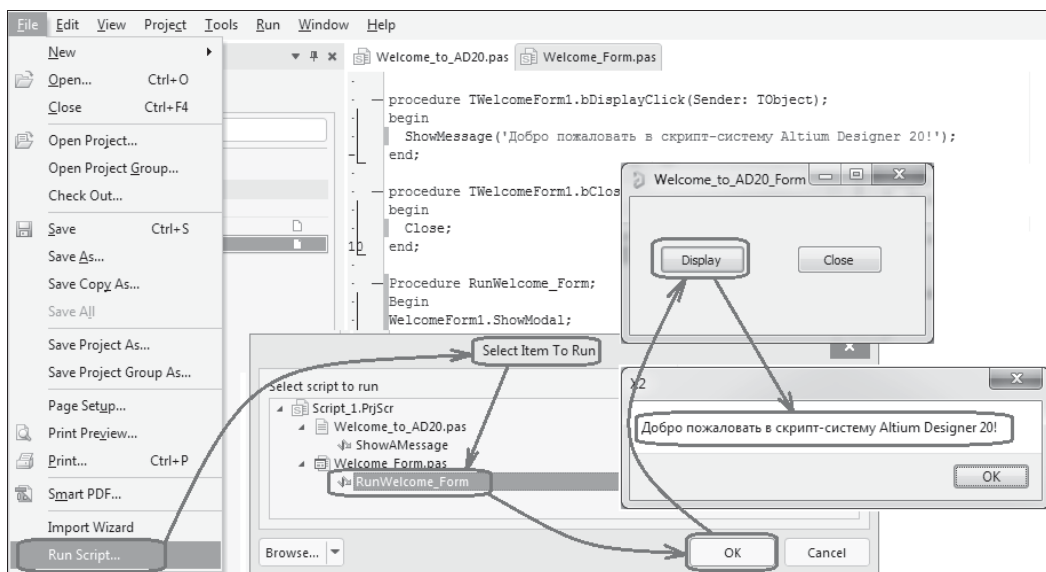

Рис. 14.7. Исполнение скрипт-формы
- в открывающемся окне выбора скрипта для исполнения (рис. 14.7) выбрать процедуру **Welcome\_Form.pas | RunWelcome\_Form**;